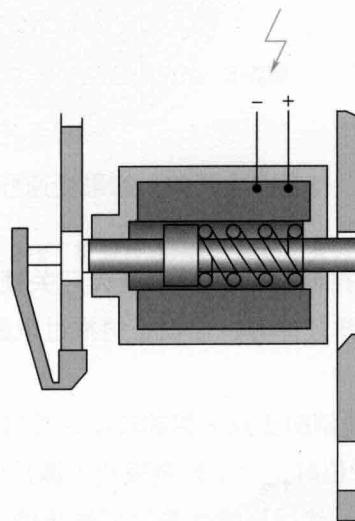

图2-5 变速杆开锁
② 变速杆开锁：一旦打开点火开关，并踩下制动踏板，变速杆传感器系统控制模块J587激活换档互锁电磁阀N110，就可以从P位锁止销孔中拉出锁止销。然后变速杆就可以移动到其他档位，如图2-5所示。
③ 变速杆在N位锁止：如果变速杆在N位超过2s，变速杆传感器系统控制模块J587就会激活换档锁止电磁阀N110，使锁止销移动到N位锁